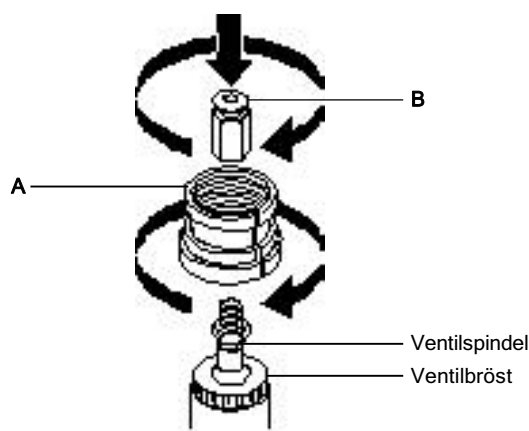

Fig. 9
Använd montagesatsen EL3904 vilken levereras. För KE- och LE-ventiler ska hylsan (A) skruvas på ventilbröset och dras åt efter beskrivningen i fig. 9.